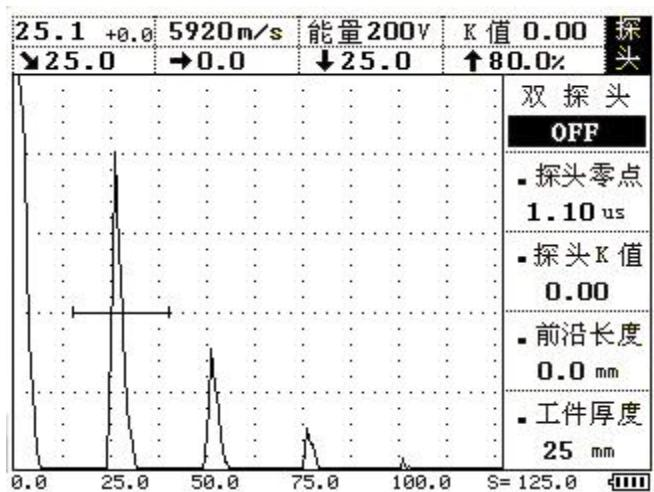

图 4-3
4、设置 a 阀门锁定第一个回波。按 键让其最高回波达到屏幕的 80%。在屏幕的左上角显示声程值，如这一数值不等于 25mm，按 菜单，再按 或 键调整到工件厚度子菜单，再用 或 键将厚度调整为 25.0mm。再按 或 键调整到探头零点子菜单。再用 或 键调整，直到使数值等于 25mm。此时的探头零点即为校准后的零点。如图 4-3 所示。